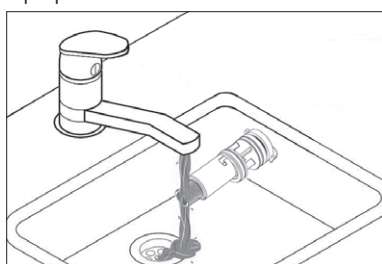
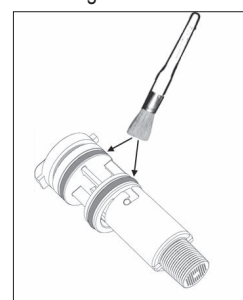

fig. 230 -
fig. 231 -
- È così possibile pulire il filtro (vedi fig. 230 e fig. 231) oppure sostituirne i componenti.